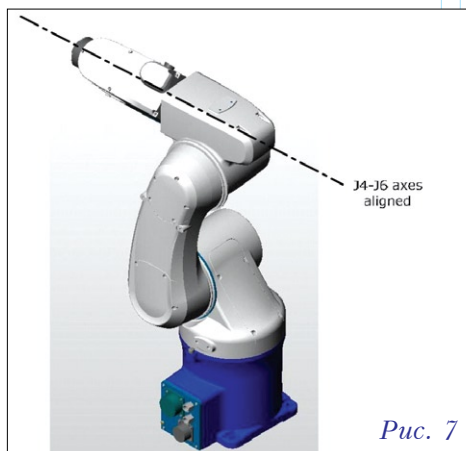

Рис. 7
- *Wrist Singularity* – сингулярность кисти (рис. 7) наблюдается в ситуации, когда оси вращения сочленений *J4* и *J6* полностью совпадают;